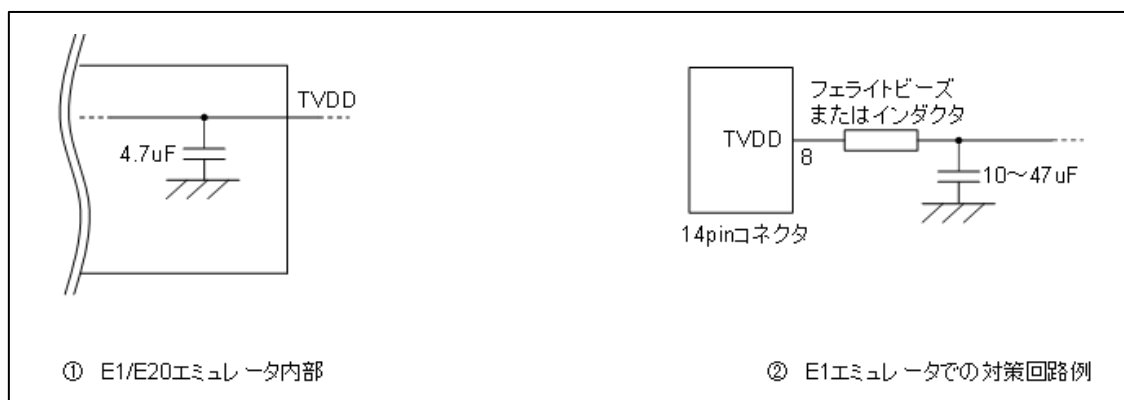

図 2-7 ホットプラグイン向け対策回路
ホットプラグイン接続を行う可能性がある場合には、下記のような回路構成にしておく必要があります。図 2-7 ①のように E1 エミュレータの 8 番ピンには、エミュレータ内部で 4.7 μ F のコンデンサが付いているため、ホットプラグイン接続を行う場合はユーザシステム上の電源電圧が一瞬低下する場合があります。この電圧降下により MCU リセットが発生する可能性があります。図 2-7 ②に示すように、エミュレータ接続コネクタの TVDD ラインの直近にフェライトビーズ (またはインダクタ) と低 ESR で大きめのコンデンサを付けることで症状を軽減することができますが、本対策は、電圧降下を完全に改善するものではありません。なお、ホットプラグイン接続はデバッグ時のみ有効な機能であり、本機能を使用する場合は、別売のホットプラグインアダプタが必要です。